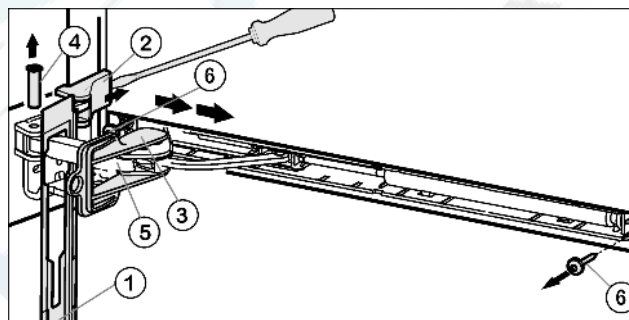

Fig. 5
- Сдвиньте накладку над амортизационной скобой Fig. 5 (5) в направлении устройства вперед.
- Зафиксируйте предохранитель Fig. 5 (3) в продольном пазе.
- Подденьте крышку Fig. 5 (2) отверткой с внешней стороны и снимите в направлении наружу.
- Выдавите палец Fig. 5 (4) снизу.
- Нажмите амортизационную скобу Fig. 5 (5) в направлении дверцы.
- Снимите накладку Fig. 5 (1).
- Открутите весь узел амортизатора закрывания дверцы (2 шт. Torx® 15) Fig. 5 (6).